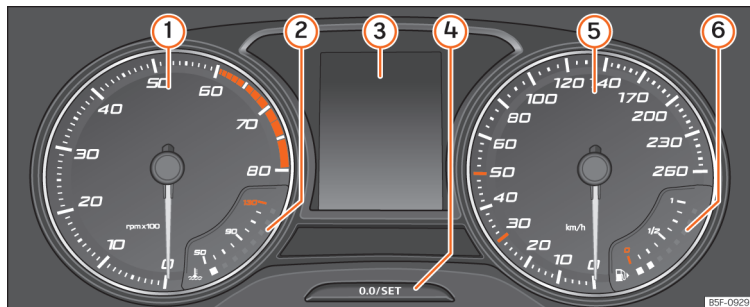

Fig. 74 Quadro strumenti nel cruscotto.
Spiegazioni sugli strumenti »» **fig. 74:**
- Premere brevemente il pulsante **0.0/SET** »» fig. 74 **4** per riportare il contachilometri parziale a 0.